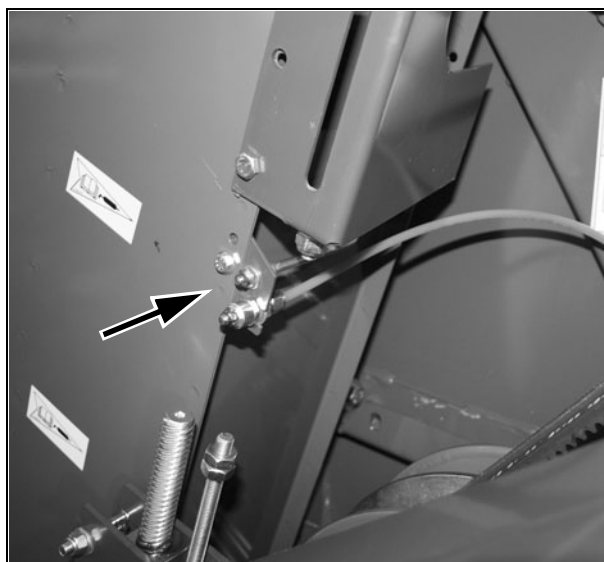

Рис. 24
19.)- Пара сопряженных конических шестерен элеватора к бункеру Рис. 24